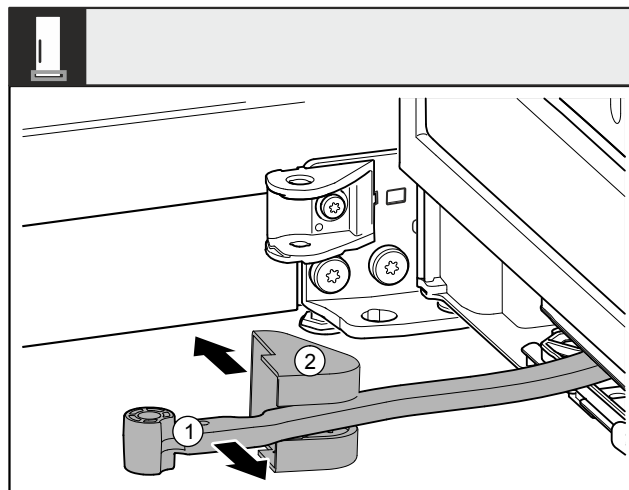

Fig. 10
- ▶ Forgassa az ajtó irányába a csuklót Fig. 10 (1).
- ▶ Távolítsa el a csapágybak fedelét Fig. 10 (2).